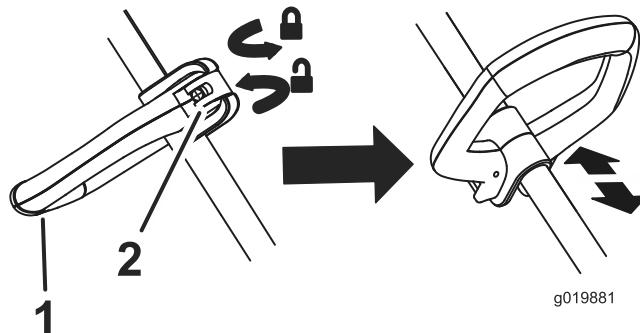

Figura 8
- Para ajustar la altura de la empuñadura auxiliar, abra el pestillo de la empuñadura auxiliar, deslice la empuñadura auxiliar hacia arriba o hacia abajo hasta obtener la altura deseada y sujetela en su sitio cerrando el pestillo (Figura 8).